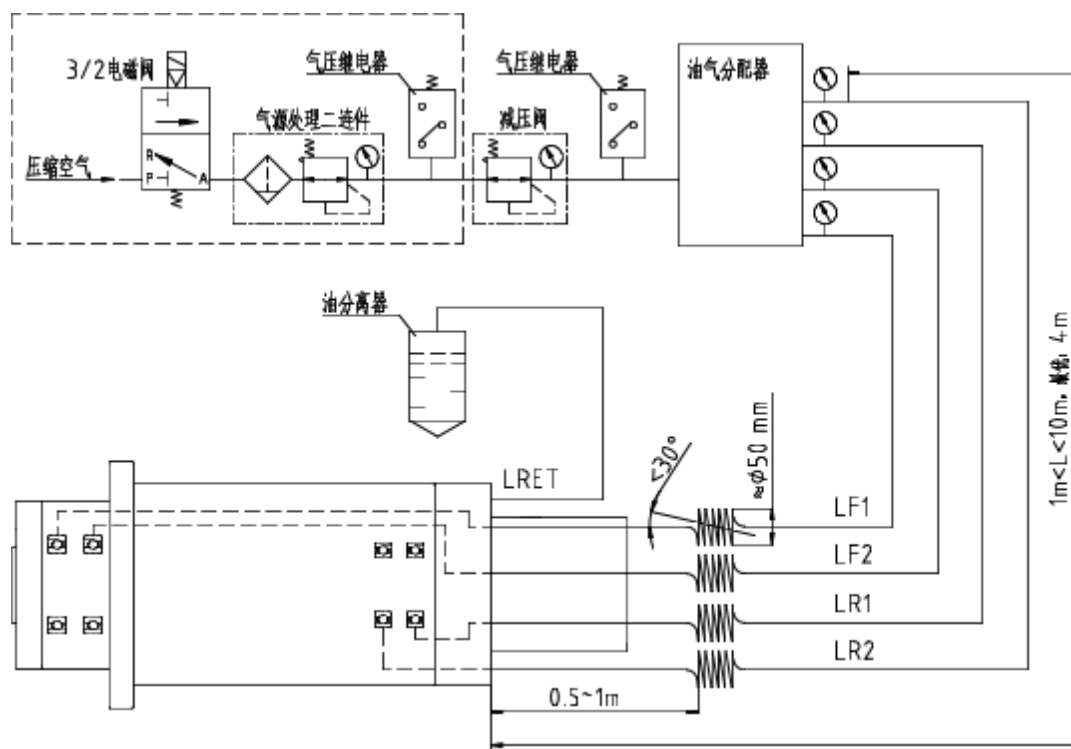

图 4.7 油气润滑控制连接示意图
- 1) 油气润滑系统参照图4.7 连接；
- 6) 气路系统中应按图4.7 接入气压继电器，实时监控，确保压缩空气正常供给；